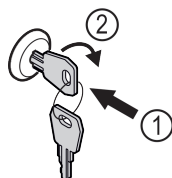

Fig. 171
- ▶ Sätt in nyckeln Fig. 171 (1).
- ▶ Vrid nyckeln 90° medurs Fig. 171 (2).